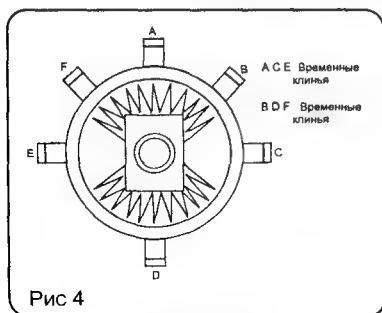

Рис. 8.12. Установка временных резиновых клиньев
Временно помещают резиновый клин А (рис. 8.12) между колбой кинескопа и ОС в крайней верхней точке. При этом бумагу, закрывающую липкий слой клина, не снимают. Слегка затягивают фиксирующий винт ОС.
14. Снимают временно установленный резиновый клин (позиция А на рис. 8.12) и, наклоня фронтальную часть ОС вверх или вниз, добиваются наилучшего сведения перекрещивающихся вертикальных и горизонтальных красных и синих линий (рис. 8.14). Не снимая защитной бумаги с липкого слоя резиновых клиньев, временно помещают их между ОС и кинескопом (позиции А и D на рис. 8.12).
ев, временно помещают их между ОС и кинескопом (позиции Е и С на рис. 8.12).
16. Подготавливают новые резиновые клинья (снимают с них защитную бумагу, наносят силиконовый клей на поверхность клиньев, которая соприкасается с кинескопом), и устанавливают их в позиции В, D, F (рис. 8.12). Временные клинья А, С, D, Е снимают.